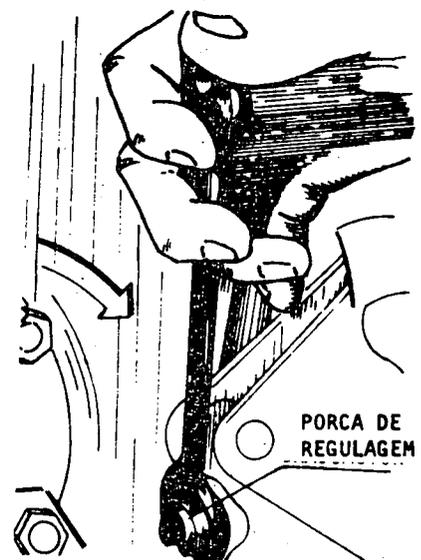

Fig. 2
- b) *Regule, girando a porca de regulagem do freio para aumentar ou diminuir a folga livre (fig. 2).*